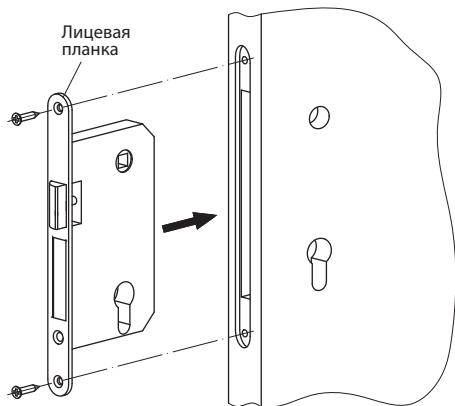

Рис. 4
3. В двери выберите паз под корпус замка и лицевую планку, затем отверстия под цилиндрический механизм и квадрат ручки, затем отверстия под цилиндрический механизм и квадрат ручки. Установите корпус замка в дверь и закрепите его саморезами (Рис. 4).